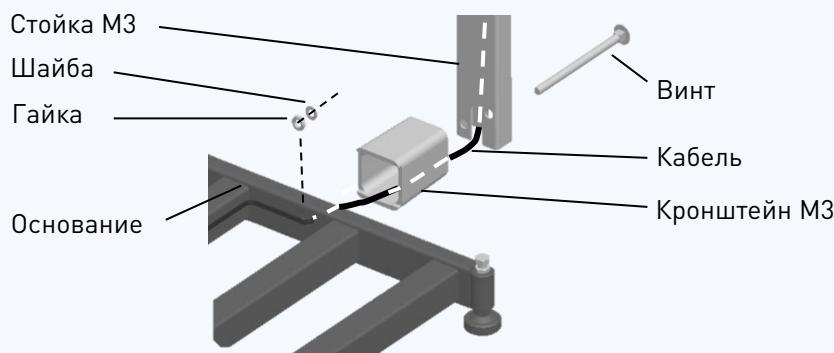

Рис. 6.2. - Крепление прямоугольной стойки к модулю TB-S_
- Плотно вставить в отверстия платформы ограничитель (Рис. 6.2 б).
Рис. 6.2 - Варианты крепления терминала: